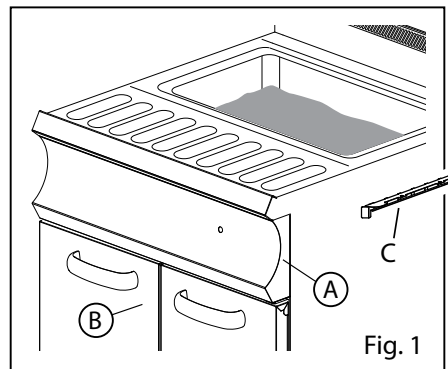

Fig. 1
- Fechar a torneira de interceptação a montante do equipamento (Fig. 1);
- Fechar a torneira de interceptação a montante do equipamento (Fig. 1).
- Substituir o injetor piloto (Fig. 1) pelo correspondente ao gás escolhido de acordo com as indicações da Tabela de referência (ver Tabela de Gases de referência).
- Soltar o parafuso de bloqueio (Fig. 1).
- Quando previsto, configurar a distância de (X) mm da manga correspondente ao gás escolhido (ver Tabela de Gases de referência).
1. Desmontar o painel e os manípulos (Fig. 1/A)
2. Abrir a porta (ou portas) da aparelhagem (Fig. 1/B).
- Montar novamente o porta-bulbos e o bulbo (Fig. 1/C)